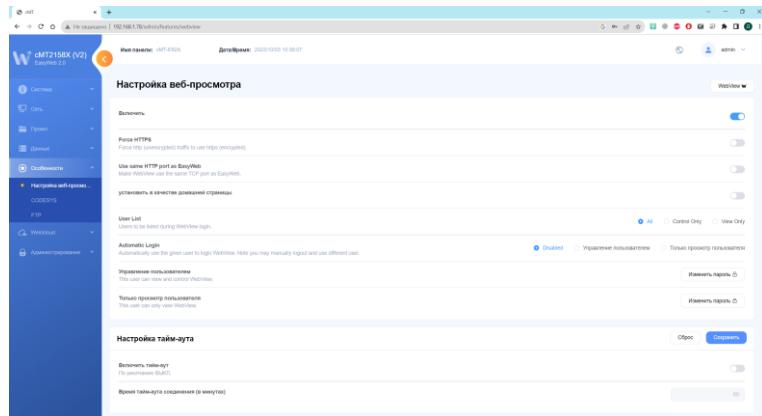

Рисунок 8.13 – Вкладка «Настройка веб-просмотра»
4. Перейти на вкладку «Настройка веб-просмотра» («Особенности» – «Настройка веб-просмотра», активировать переключатель «Включить», если он не активен) и нажать на кнопку «WebView» (рисунок 8.13). При необходимости включить и настроить время автоматического выхода из Web-интерфейса панели оператора.